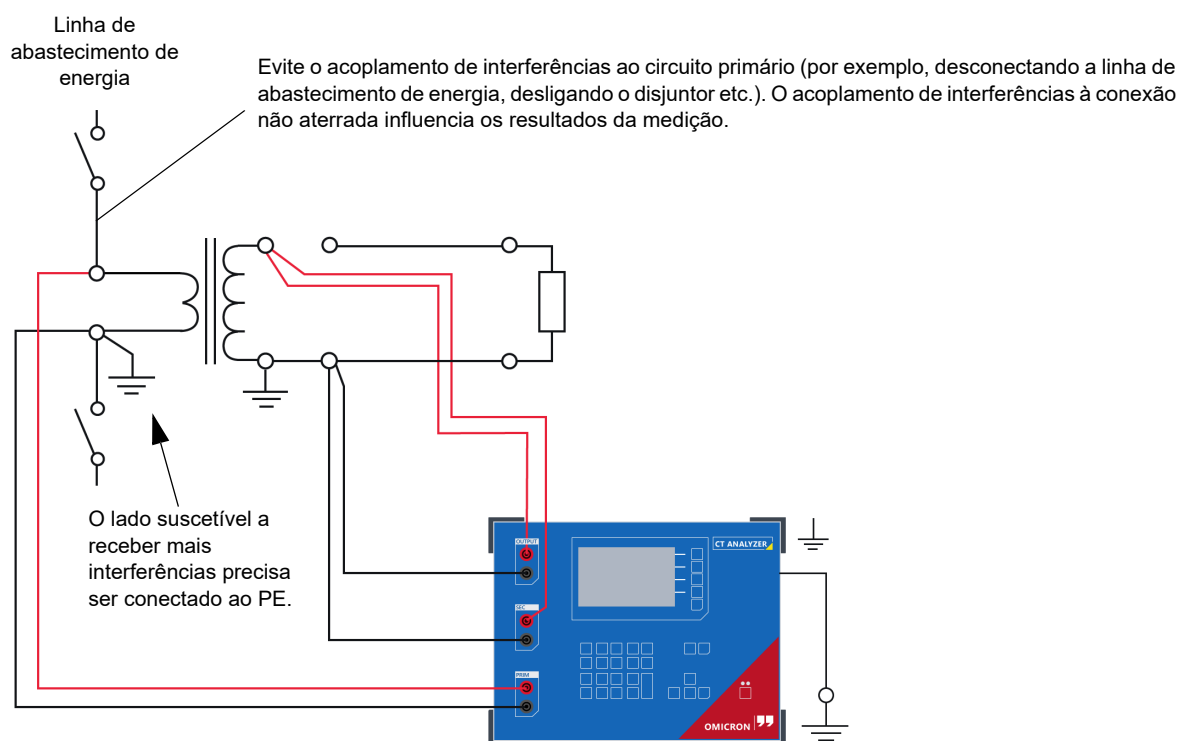

Figura 3-2: Fiação básica para um teste de TC
Para realizar um teste de TC, conecte o *CT Analyzer* conforme mostrado na Figura 3-2:
- ▶ Conecte ao PE o lado do circuito primário suscetível a receber mais interferências (por exemplo, o lado com comprimento da linha mais longo). O lado não aterrado deve ser o lado que recebe menos interferências (consulte a Figura 3-2).